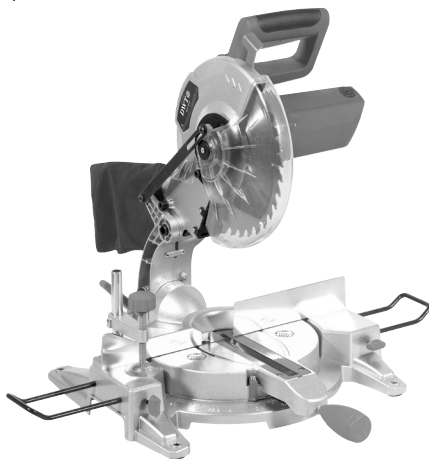

Fig. 7 – Posición para el corte
- Levantar el cabezote para la posición de corte (fig. 7).